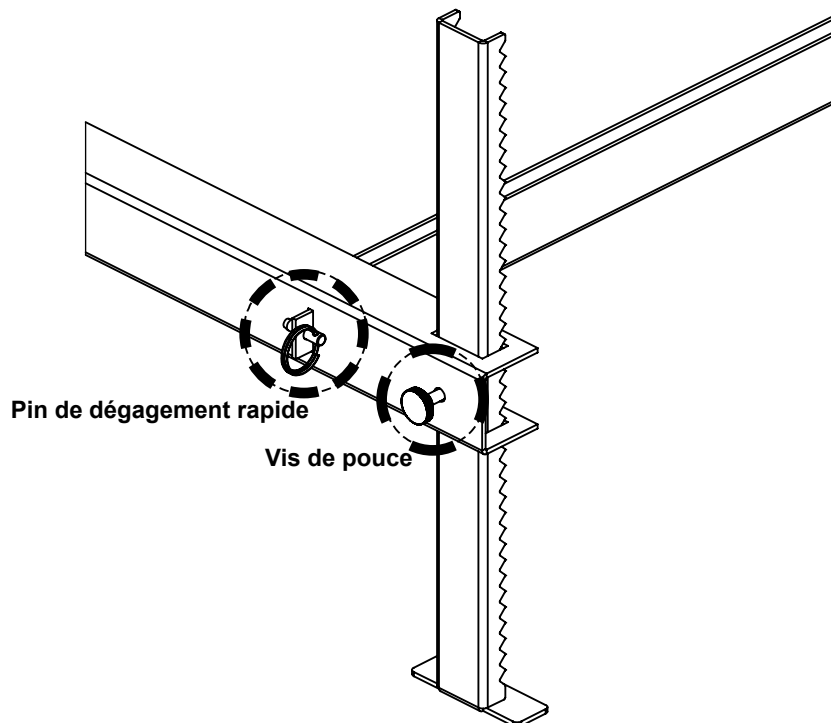

Figure 12: Rail avant
5. Attachez le rail avant utilisant les goupilles de dégagement rapide suivant les indications de fig. 12.
6. Ajustez la taille de jambe et fermez-à clefles en utilisant les vis de pouce. (Figure 12)